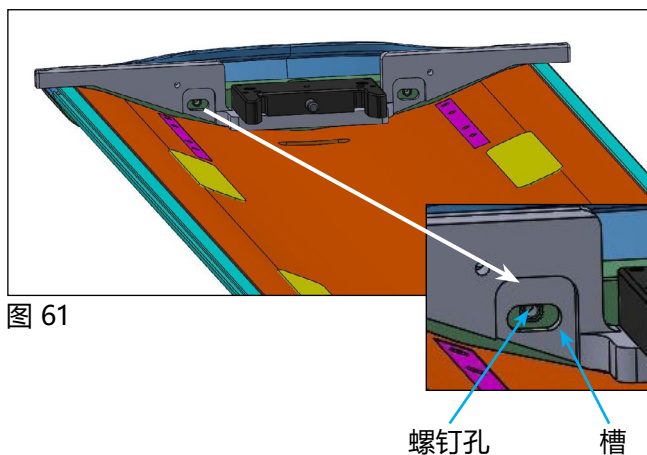

图 61
2. 将碰锁配件沿床板的宽度进行定心, 并确保碰锁配件上的槽与床板上的螺钉孔对准 (图 61)。